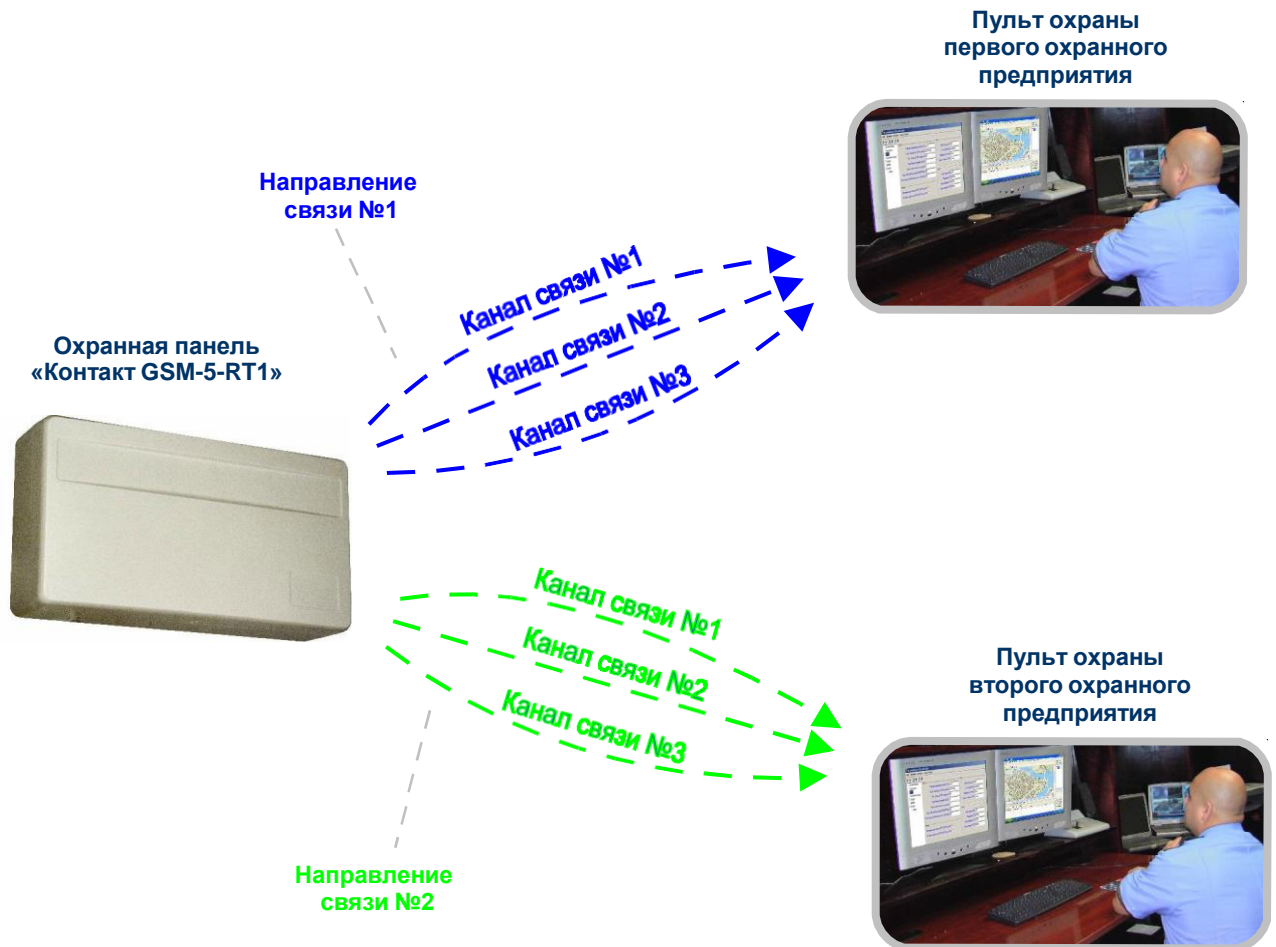

Рис.7.3. Сообщения передаются на два пульты охраны (по двум направлениям связи) одновременно.
**Направление связи** (рис.7.3) – несколько каналов связи (реже – один), информация через которые может передаваться на один пульт центрального наблюдения. Информация передается по свободному каналу связи, остальные в этот момент являются резервными. Приоритет каналов связи одного направления определяется тем, в каком порядке они указаны в программе настройки.
Работа двух направлений связи, когда охранная панель передает информацию на пульты охраны двух охранных предприятий, поясняется рис.7.3.